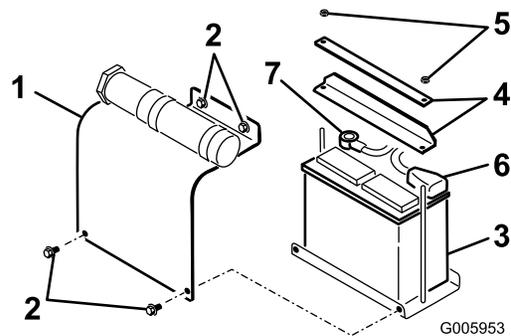

Figura 35
2. Retire la tapa de la batería (Figura 35).
1. Retire las tuercas y las pletinas que sujetan la batería (Figura 35).
2. Desconecte el cable negativo (negro) del borne negativo (-) de la batería (Figura 35).
3. Desconecte el cable positivo (rojo) del borne positivo (+) de la batería (Figura 35).
- Instale la batería en la plataforma (Figura 35).
- Sujete la batería al chasis con las pletinas y las tuercas que se retiraron anteriormente (Figura 35).
- Conecte el cable positivo (rojo) al borne positivo (+) de la batería (Figura 35). Deslice la cubierta de goma sobre el borne de la batería.
- Conecte el cable negativo (negro) al borne negativo (-) de la batería (Figura 35).
- Coloque la tapa de la batería (Figura 35).